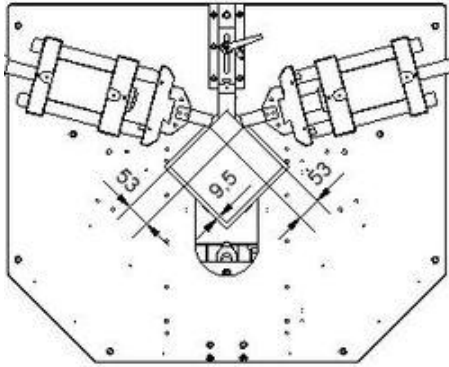
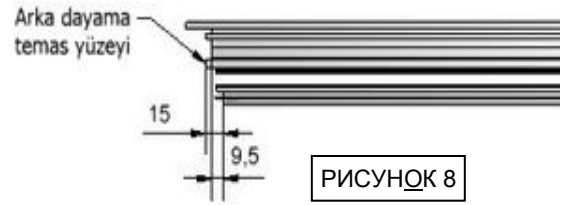
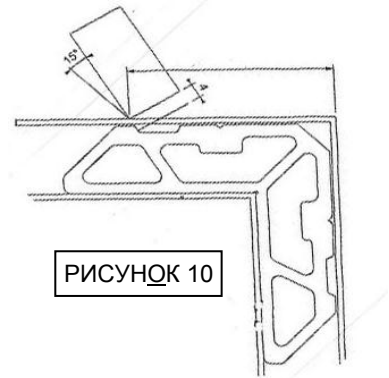

РИСУНОК 7
РИСУНОК 8
РИСУНОК 10
7.3.2 Если задняя опора профиля должна быть установлена не со стороны пресс пилы (Часть, которая указана со значением 9.5 мм на (Рис.7 и Рис.8), а с другой стороны алюминия (с учетом свойства алюминиевого профиля устройство опоры с центра или невозможность ставки пилы между профилем) нужно провести нижеприведенные расчеты и в начальной стадии регулирования правильно указать серию и настройку.
7.3.3 Например: На Рис. 8 поверхность задней опоры профиля и разница между самой низкой поверхности пилы пресса составляет 15 мм, то 15×1.577 (фиксированное значение) = 23.65 мм. Данное значение прибавляется на расстояние соединения профиля по рис.21. Тогда получим следующее значение $23.65 + 53 = 76.65$. Заднюю опору закрепить с учетом значение 76.65 на этикетке. (Рис. 10)
Функция клапана Y4/0 : Обеспечение движения гидравлических пистонов назад. (Рис. 10)
Функция клапана Y4/1 : Обеспечение движения гидравлических пистонов вперед. (Рис. 10)